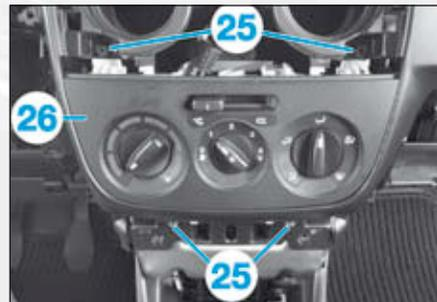

FIG.26
- les vis (25) de la console de climatisation (26) (Fig.26),